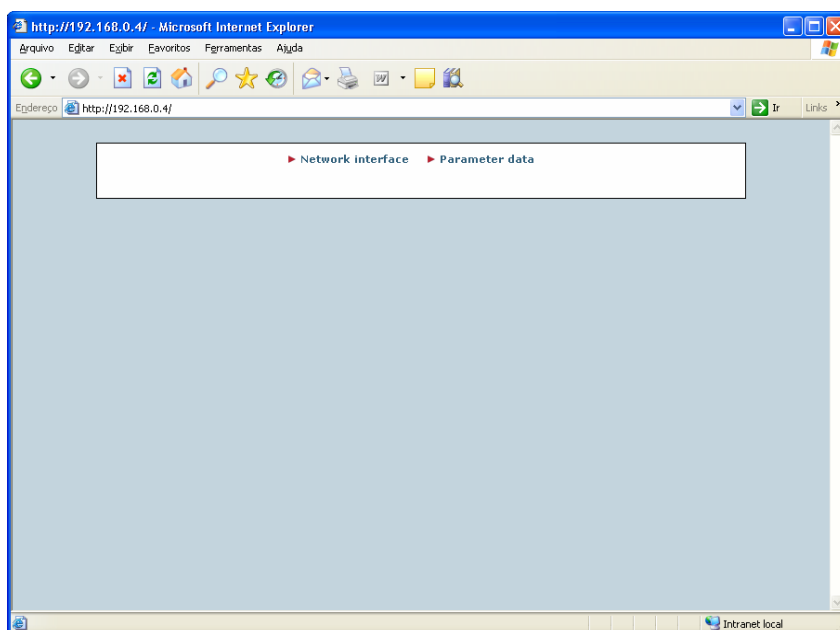

Figura 2.1 - Janela de abertura
- ☑ Abra o navegador e digite o hostname ou endereço IP do drive CFW-11. Neste exemplo, o drive possui o IP 192.168.0.4. A janela mostrada na Figura 2.1 será exibida.